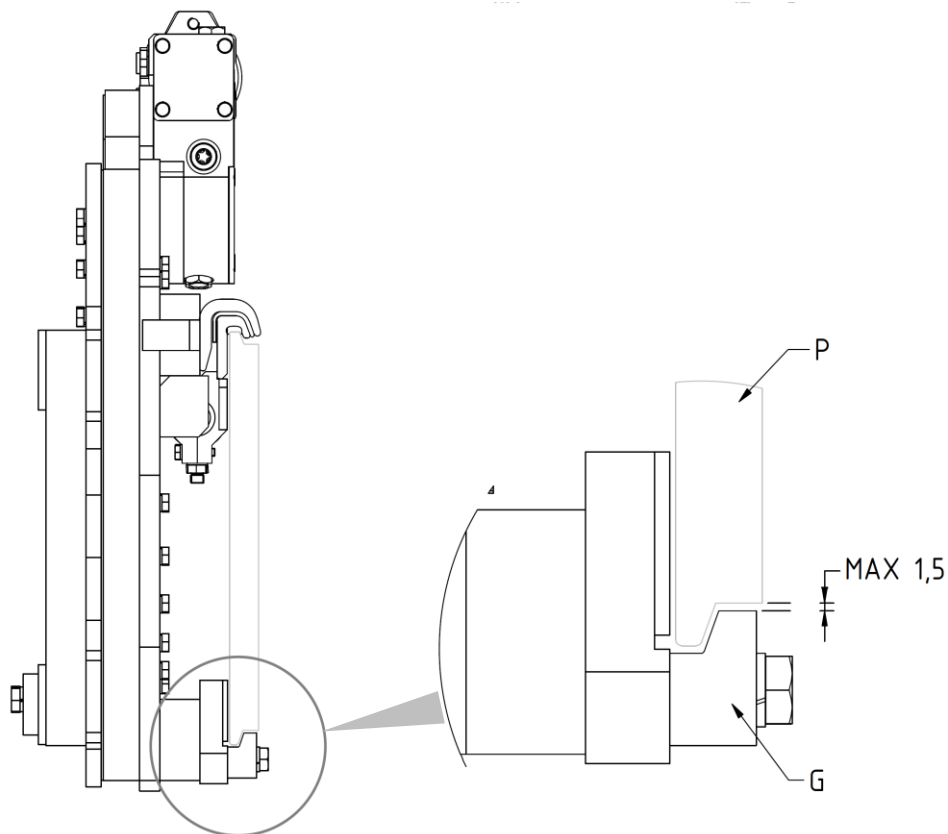

Abbildung 11
8. Schrauben Sie die 2 unteren Haken G so an, dass ihr Körper auch unterhalb der Trägerplatte der Gabel P eingehängt bleibt (mit einem Spiel von max. 1,5 mm, siehe Detail *Abbildung 11*) und ziehen Sie sie mit dem in der *Tabelle 4* genannten Anzugsmoment an.